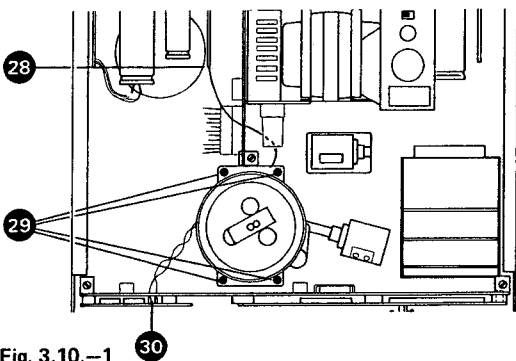

Fig. 3.10.-1
- Anschlusskabel (30) (Fig. 3.10. - 1) des Abtasters von der Capstan-Geschwindigkeitssteuerung (A 15) abziehen.
- 3 AMP-Flachstecker (28) aus Capstanmotor-Regler (A 16) ziehen (Fig. 3.10. - 1).
- 4 Schrauben (29) (Fig. 3.10. - 1) lösen.
- Disconnect push-on terminals (30) of tacho-head from capstan speed control board A 15 (fig. 3.10. - 1).
- Disconnect 3 push-on terminals (28) (fig. 3.10. - 1) from capstan motor control A 16.
- Remove 4 Phillips head screws (29) (fig. 3.10. - 1).
- Débrancher les 3 contacts AMP (28) du circuit de régulation du moteur du cabestan (A 16)
- Dévisser les 4 vis (29) (Fig. 3.10. - 1).